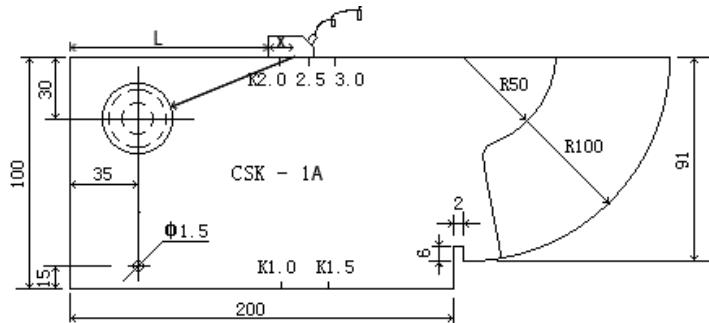

图 4-7
5、校准探头 K 值 (角度): 将探头耦合到 CSK- I A 试块上前后移动，如图 4-7，使得 $\Phi 50\text{mm}$ 的圆的反射回波达到最高，用钢板尺量出 L，根据 $k=(L+X-35)/30$ 算出 K 值。如图 4-9，按 **探头** 键进入探头菜单，按 **▲** (上) 或 **▼** (下) 键调整到探头 K 值子菜单，再用 **◀** (左) 或 **▶** (右) 键调整，使数值等于计算出的 K 值。或者直接按 **波峰记忆** 键，自动校准探头 K 值。